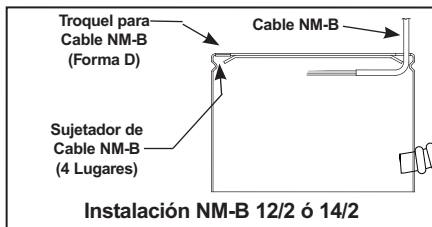

Figura 7
**Cable con Revestimiento No Metálico 12/2 ó 14/2 (Tipo NM-B).** Quite el/los troquel(es) de forma D para cables correspondientes. Inserte el cable NM-B a través del sujetador de cable y haga un doblar en forma de L de 90° en el cable, como se muestra (Figura 7).